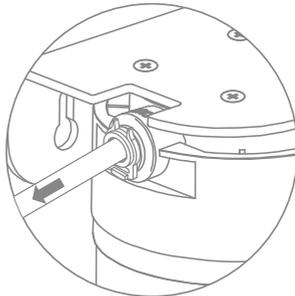

Рис. 5
4. Потяните трубку для проверки соединения (рис. 5).